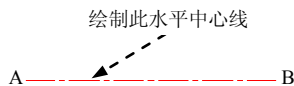

图 17.2.2 绘制水平中心线
(1) 绘制图 17.2.2 所示的水平中心线。在“图层”工具栏中选择“中心线层”图层；选择下拉菜单 **绘图(D)** → **直线(L)** 命令，选择点 A 作为中心线的起点；在系统状态栏中按下 **正交** 按钮，打开“正交”模式，然后在命令行中输入下一点的相对坐标值 (@160,0)，按两次 Enter 键。